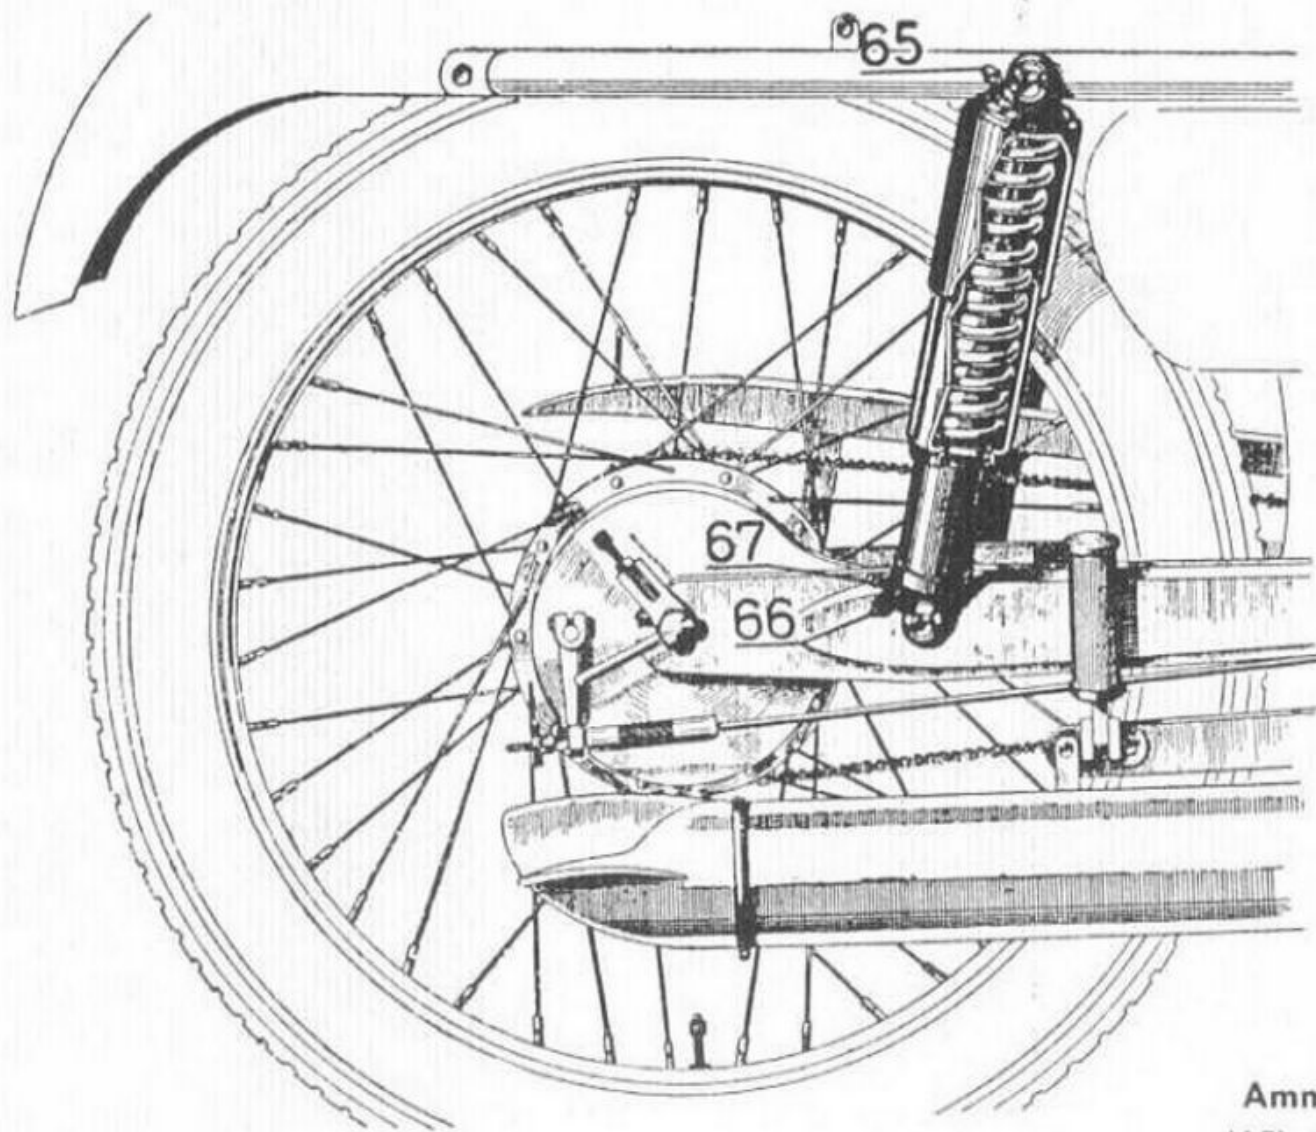

Fig. 15
- a) **ripristinare** il pieno dell'olio (impiegare il **PEGASUS MOBILFLUID 62** — con appropriata siringa — attraverso la valvola di ricarica 67 (vedi fig. 15);